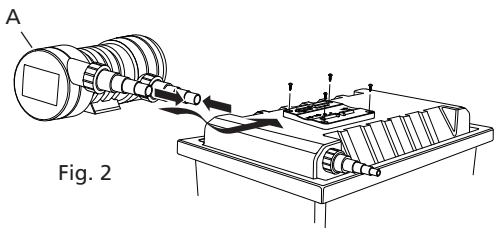
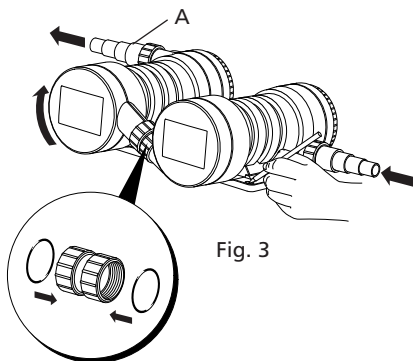
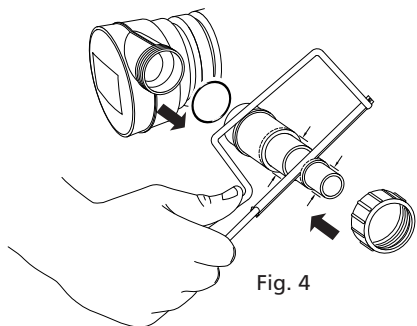

Fig. 2
Fig. 3
Fig. 4
- 3.3 Aby zamontować urządzenie należy wpiern wysunąć podstawę z korpusu promiennika. Przy pomocy 4 odpowiednich wkrętów mocujących przysrubować podstawę do powierzchni montażowej (patrz rys. 2). Nasunąć ponownie korpus na podstawę. Modele łączone (Vorton 27000) wyposażone są w rurę łączącą (patrz rys. 3). W ilustrowanym przypadku należy przekrócić końce (jak przedstawiono na rysunku) i połączyć. Umieścić urządzenie w wybranym miejscu i używając ramek podstawy jako szablonu, zaznaczyć miejsce otworów.
- 3.4 Przyciąć dwie uniwersalne końcówki do węża (w załączeniu) tak, aby pasowały do węża. Zamocować końcówki na gwintowanych łącznikach na wlocie i na wylocie, przy pomocy załączonych pierścieni samouszczelniających ("O") oraz gwintowanych nakrętek (patrz rys. 4). Do modeli Vorton 4500: stosować wąż o śred. 25mm Do modeli Vorton 14000 i 27000: stosować wąż o śred. 40mm Wcisnąć wąż wlotowy i wąż wylotowy na końcówki i zamocować odpowiednią opaską zaciskową. Zaleca się stosowanie węży i opasek zaciskowych produkcji Hozelock Cyprio (dostępne osobno na zamówienie). Unikać załamań i ostrych zakrętów. Długość węża powinna być jak najkrótsza, aby zminimalizować stratę natężenia przepływu. Oba końce urządzenia dają się łatwo obracać, co ułatwia podłączenie wody. Wylot (A) powinien znajdować się na górze, aby zapobiec gromadzeniu się powietrza wewnątrz urządzenia (patrz rys. 2 i 3). **UWAGA:** wtyczka kabla nie jest wodoszczelna i należy ją zabezpieczyć suchą, wodoszczelną obudową. Jeżeli kabel nie sięga miejsca podłączenia do sieci zasilania i konieczne jest zastosowanie przedłużacza, należy użyć wodoszczelnej złączki do kabla, a kabel przedłużający powinien być w izolacji z kauczuku chloroprenowego, nr. H05 RFN, 3-żyłowy, śred. 0,75mm.